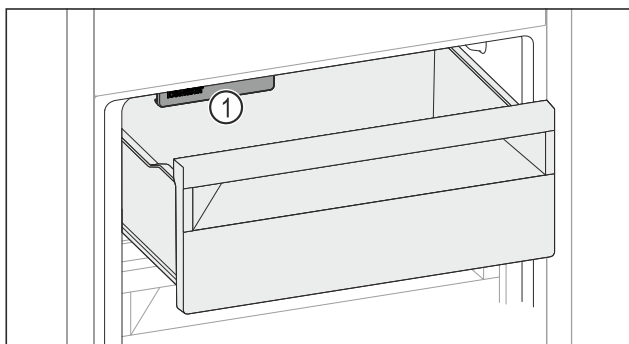

Fig. 167
- Luați în considerare IceMaker Fig. 167 (1).